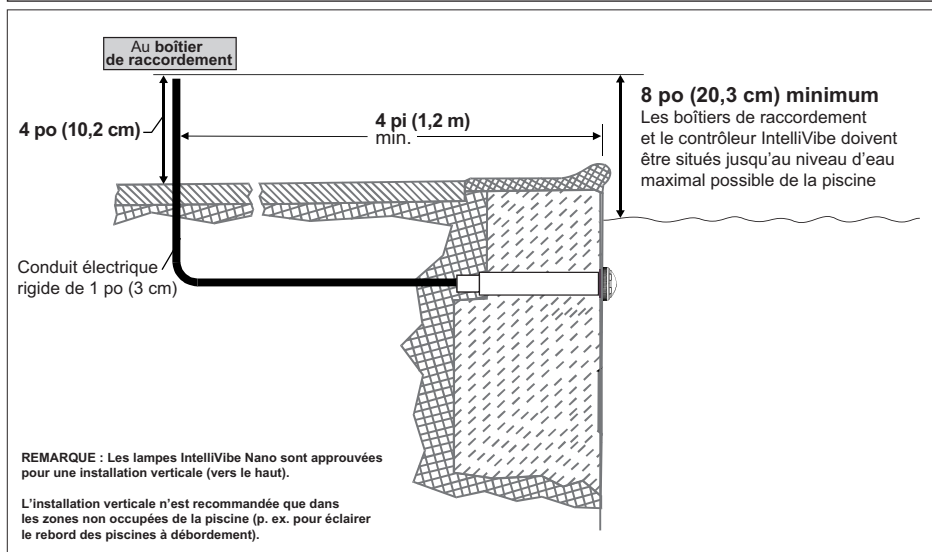

Figure 1
Voir la figure 1.
- Le boîtier de raccordement, le PS300 et le contrôleur IntelliVibe se situent à au moins 4 pouces (10,2 cm) au-dessus du niveau du sol ou de 8 pouces (20,3 cm) au-dessus du niveau d'eau maximal, si cette dernière distance est la plus élevée. Le boîtier de raccordement, le PS300 et le contrôleur IntelliVibe doivent être à au moins 4 pieds (1,2 m) du bord de la piscine. Voir la figure 1.
Voir la *Figure 1* à la page 2 pour l'installation du boîtier de raccordement aux États-Unis.